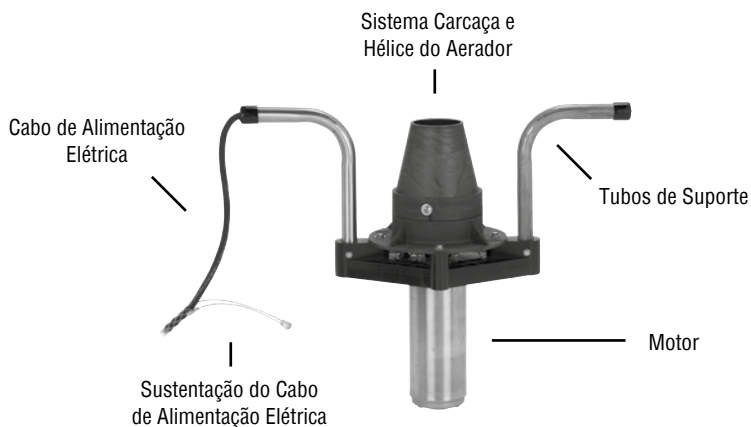

Figura 1
- Retire a sustentação do cabo de alimentação elétrica do olhal para fixação no flutuador para liberar o cabo (Figura 1).
- e) Conecte a sustentação do cabo de alimentação elétrica (Figura 1) ao olhal para fixação do flutuador (Figura 9).